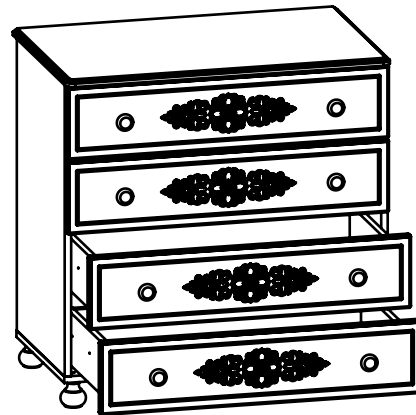

Рис.10
9. Установите ящики в корпус комода (Рис. 10).